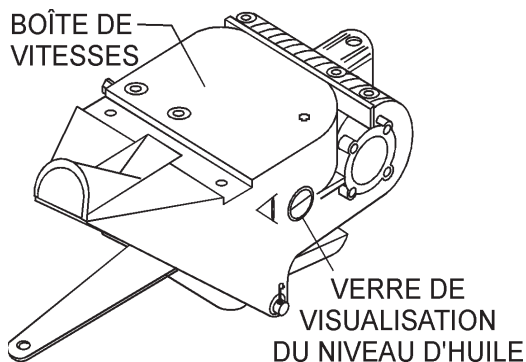

Figure 7. Boîte de vitesses
1. Déterminez si l'huile de la *boîte de vitesses* est basse en enlevant le bouchon de l'huile situé sur le côté de la boîte de vitesses. Ce bouchon sera marqué avec la décalcomanie « *vérifier* ». Voir la Figure 7. Le niveau correct de l'huile lubrifiante devrait se situer au bas du bouchon de remplissage.